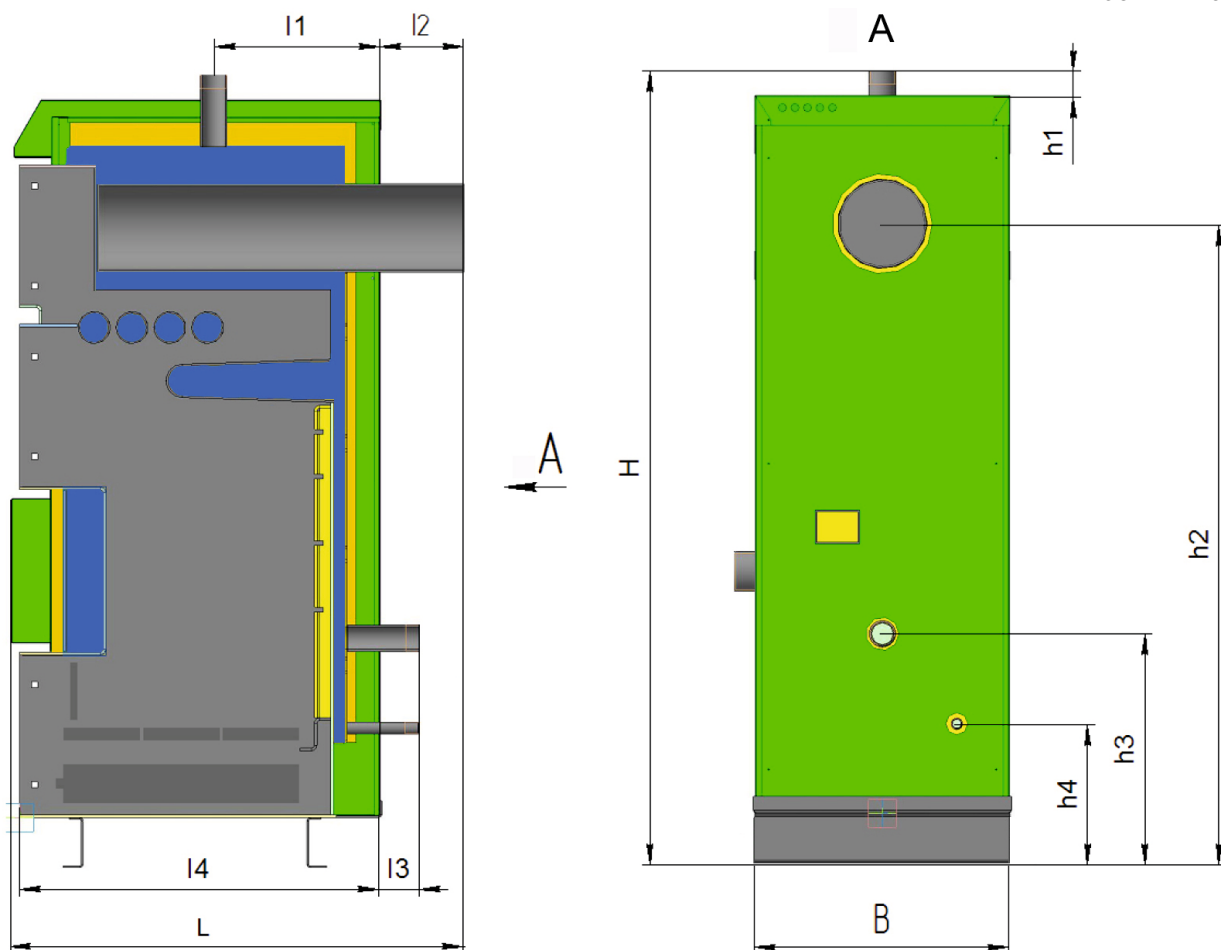

Рисунок 1. Габаритные и присоединительные размеры Котлов моделей L-12+102
Габаритные (максимальный габарит) и присоединительные размеры Котла (см. рис.1), мм:
Состав и устройство Котлов серии «LAVORO есо» моделей L-12÷102 и XL-12÷32 показано на рисунке Котел (рис.1, 2, 3) представляет собой стальной сварной теплоизолированный каркас, обшитый снаружи съемной декоративной облицовкой, все вместе образующие собой корпус, и устанавливаемый на собственных опорах (16). Внутреннее пространство имеет сложную конфигурацию, включает в своем составе трубчатый теплообменник (14), предназначенный для циркулирования теплоносителя (воды), листовые детали, образующие вместе со стенками каркаса камеру сжигания, воздухоподводящие каналы (на рисунке не показаны), систему дымоудаления из Котла (9). Внутри каркаса в нижней части расположены